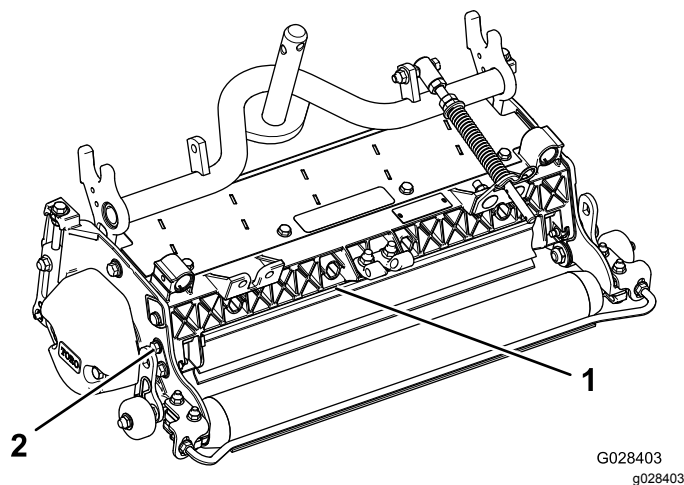

Рисунок 11
1. Ослабьте болты оси поворота щитка (Рисунок 11).
2. Переведите щиток в требуемое положение и затяните болты (Рисунок 11).